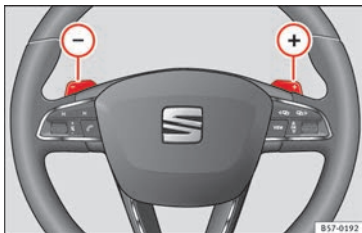

Abb. 183 Lenkrad: die Hebel für Automatikgetriebe.
- Um einen Gang hochzuschalten, tippen Sie die Schaltwippe **+** an » Abb. 183.